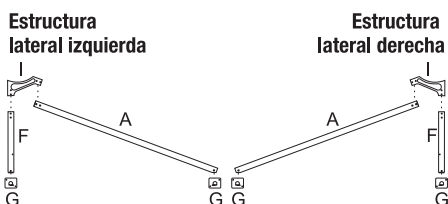

Figura 1
- 1) Arme las estructuras laterales como se muestra en la **Figura 1**. Le recomendamos organizar las piezas correspondientes en el suelo y luego atornillarlos. Las tuercas van del lado interior de la estructura.